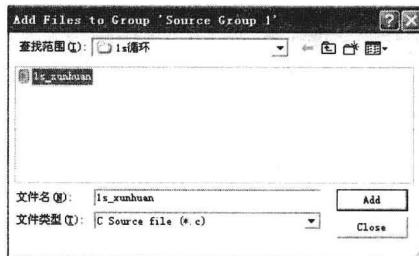
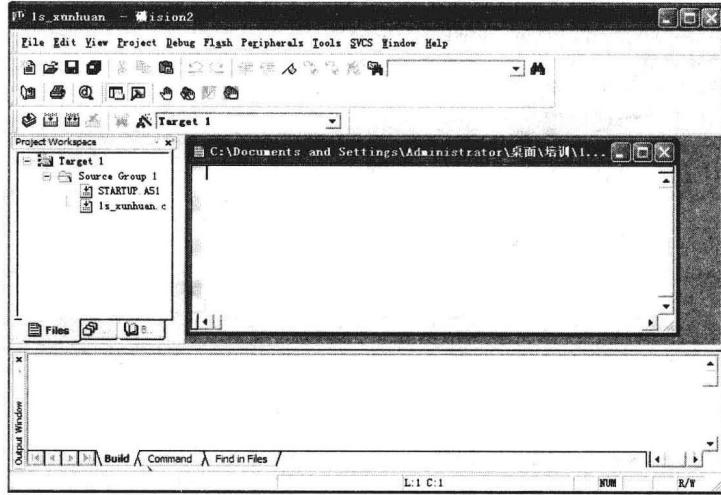

图 1-9 添加文件到组对话框
图 1-10 添加完成后的界面
(8) 右击“工程管理窗口”中的 Source Group 1 文件夹，在弹出的快捷菜单中选择 Add Files to Group ‘Source Group 1’ 命令，弹出如图 1-9 所示的对话框。选择 1s\_xunhuan 文件，单击 Add 按钮。然后单击 Close 按钮可以看到 1s\_xunhuan.c 文件已经被添加到 Source Group 1 文件夹中，如图 1-10 所示。接下来就可以在文本编辑框中编写程序了。